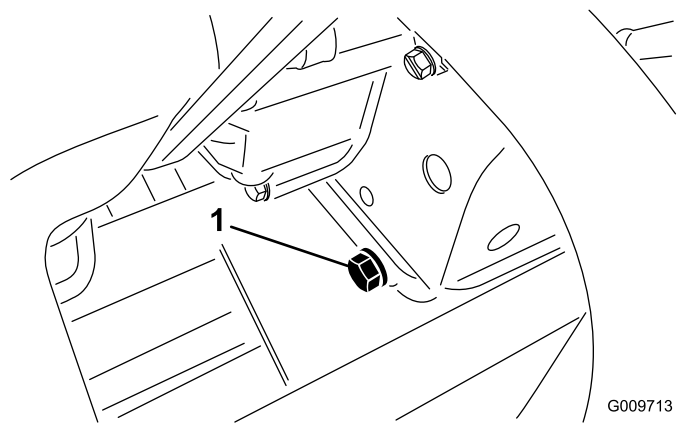

Figura 79
2. Retire el tapón de vaciado (Figura 79) y deje fluir el aceite a un recipiente apropiado.